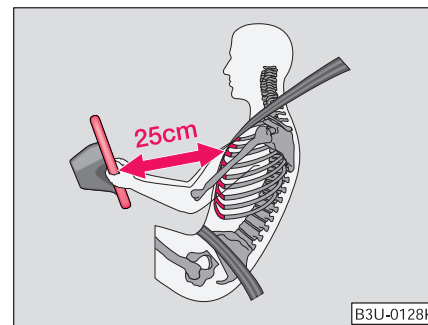

Fig. 102 Distanța sigură față de volan
- Conducătorul auto și pasagerul din dreapta trebuie să păstreze o distanță de cel puțin 25 cm de volan, respectiv de bord ⇒ **Pagina 125, Fig. 102**. Dacă nu păstrați această distanță, sistemul airbag nu vă poate proteja corespunzător - Pericol! Scaunele din față și tetierele trebuie reglate întotdeauna corect, corespunzător dimensiunilor corpului.